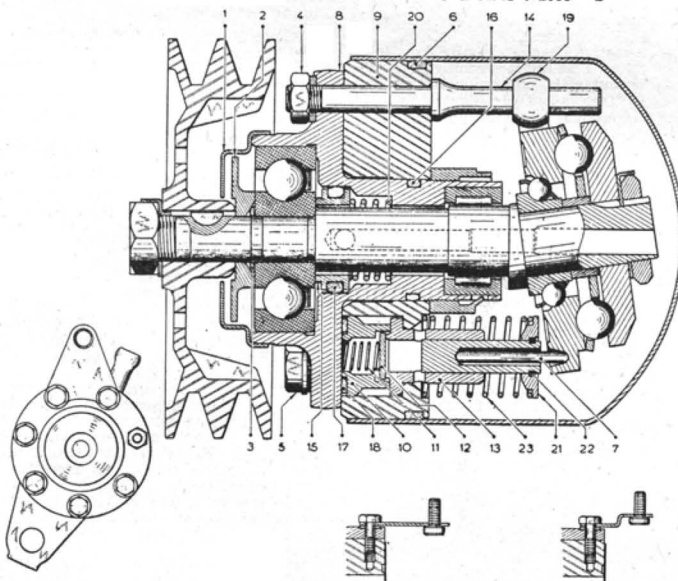

Fig. 30. — Vue en coupe de la pompe haute pression
- Déposer l'écrou de la poulie (fig. 30). Maintenir cette dernière, pendant le desserrage, à l'aide de la clé 2281-T (fig. 31).
- Dégager le cache-poussière tôle (1), la rondelle d'appui (2) et le joint torique (3).
- Déposer l'écrou (4) et les vis (5) de fixation du palier. Dégager la patte de fixation du tirant (conserver cette patte si elle est d'un des modèles représentés en bas de la fig. 30, sinon la remplacer).